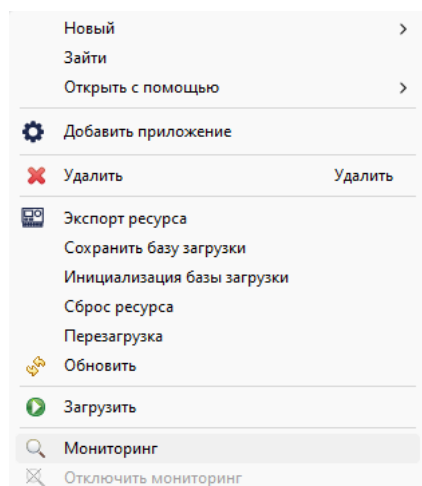

Рисунок 85 – Команда «Мониторинг»
- Через выбор команды «Мониторинг» в контекстном меню ресурса (см. Рисунок 85).